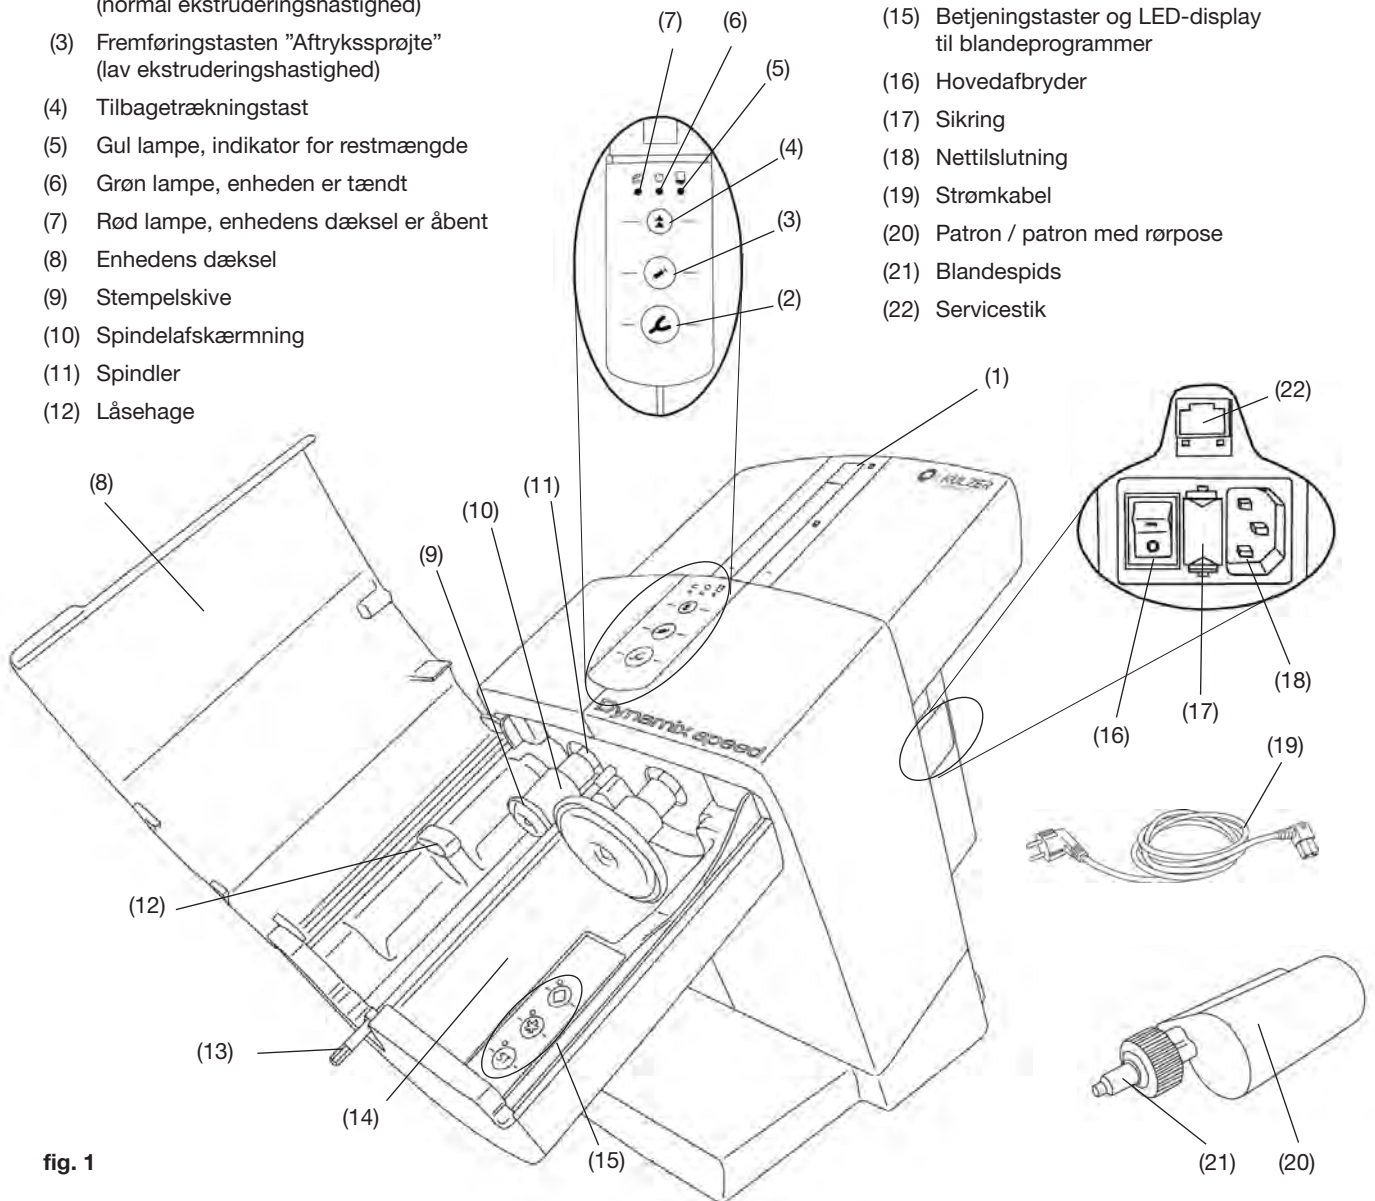
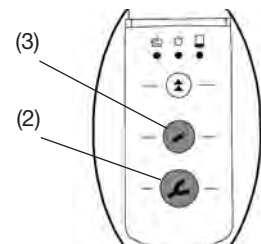

fig. 1
fig. 8
- Slut det medfølgende strømkabel (19, fig. 1) til lysnetkontakten (18).
- Tænd for enheden på hovedafbryderen (16).
- Tryk på tilbagetrækningstasten (4).
- Stemplerne (9, fig. 1) trækkes tilbage til deres startposition, hvor de standser.
- Åbn enhedens dæksel (8, fig. 1).
- Fjern transportsikringen (23).
Patronen kan kun installeres eller udskiftes, når stemplerne (9, fig.1) befinder sig i startpositionen.
- Luk enhedens dæksel (8, fig. 1).
- Anbring patronen (20) i enheden. Sørg for, at patronen anbringes korrekt under låsehagen (12).
- Vælg blandeprogram (15), se også afsnit 5.1.1. Oplysninger om blandeprogrammet er angivet på patronen med en "asterisk" * eller en "rombe" ◆.
Den røde lampe for "Åbent dæksel" (7, fig. 1) forbliver tændt, indtil enheden er blevet lukket korrekt.
- Programmet "ST" aktiveres automatisk, hvis operatøren trykker på en af forsyningstasterne (aftryksske (2, fig. 8) eller aftrykssprøjte (3, fig. 8)) uden at vælge et blandeprogram. Lampen tændes ved siden af "ST".
- Tryk på fremføringstasten (2) eller (3), og hold den nede (alt efter den ønskede hastighed eller funktion):
- Aftryksske (2), normal ekstruderingshastighed med aktiveret blandeprogram eller
- Aftrykssprøjte (3), lav ekstruderingshastighed.
- Blandeakslen aktiveres, således at den sekskantede ende (13, fig 1) skrues fast på blandespidsen.